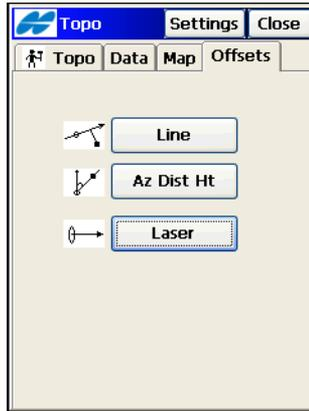

Abbildung 8-19. Punkte: Offsets
6. Falls ein aufzunehmender Punkt nicht direkt besetzt werden kann, können Sie ein Exzentrum verwenden (Winkel oder Linie). Tippen Sie auf das Register *Offsets* (Abbildung 8-19 auf Seite 8-20).